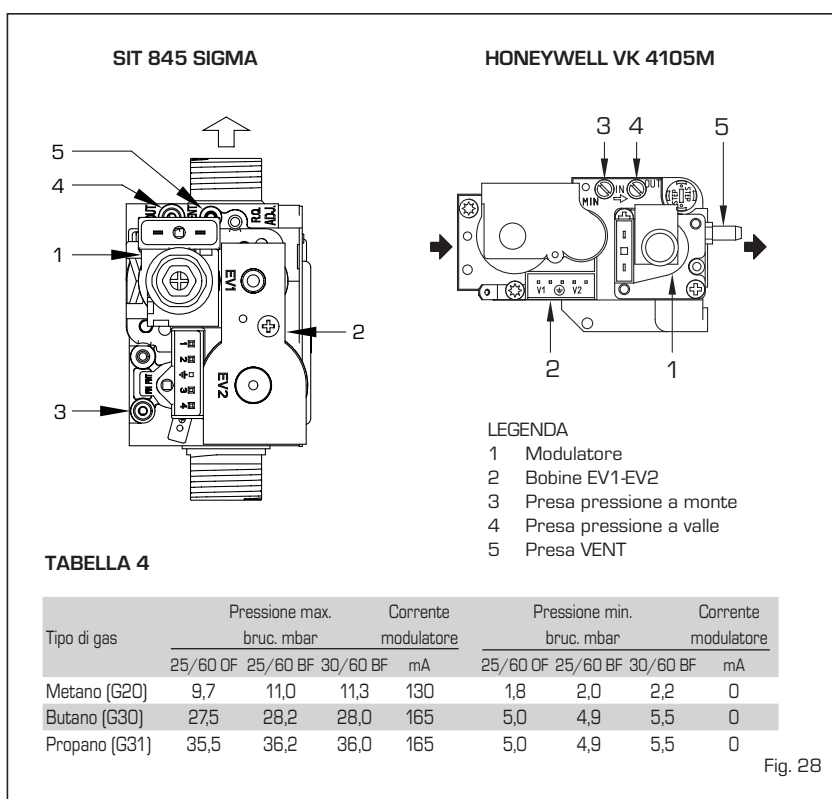

Fig. 28
La caldaia è fornita con valvole gas SIT 845 SIGMA o HONEYWELL VK 4105M (fig. 28).
- Nelle versioni "BF" scollegare il tubetto della presa VENT della valvola (5 fig. 28).
- Togliere il cappuccio (1) del modulatore.
- Regolare la pressione massima agendo sul dado (3) con una chiave fissa (da 10 per 845 SIGMA, da 9 per VK4105) ricercando il valore della pressione massima indicato in **Tabella 4**.
- Tenere bloccato il dado (3) girare la vite (2), per 845 SIGMA, o il dado (2), con chiave fissa da 7 per VK4105, per ricercare il valore della pressione minima indicata in **Tabella 4**.